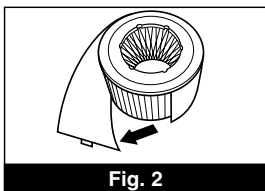

Fig. 2
**Étape 5 :** Repérer le joint du préfiltre et défaire délicatement l'attache pour séparer le préfiltre du filtre HEPA (Fig. 2).